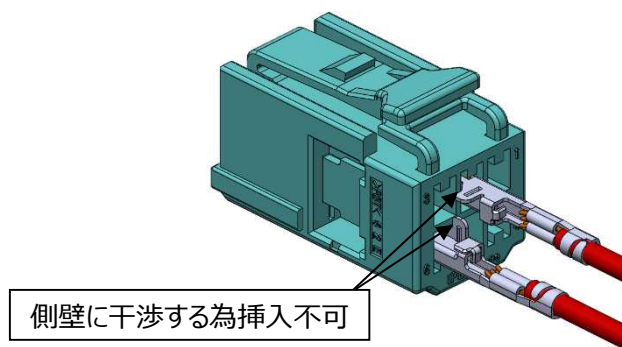

図 27.メスハウジング端子誤挿入
⑤図 27 に示すように、正規の向き以外では、端子はハウジングコアホールに挿入できません。
また、端子を誤挿入するとメスハウジングのコアホールに挿入できません。(図 27 参照)